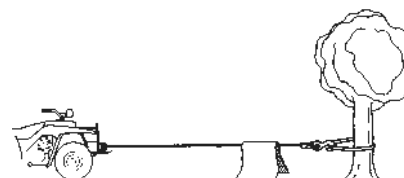

Figure 5
10. C'est une très bonne idée que de recouvrir le câble avec une couverture ou une veste à proximité du crochet en tractant des charges élevées figure 5 . En cas de rupture du câble, le vêtement agira comme un amortisseur et empêchera au câble de se comporter comme un fouet.